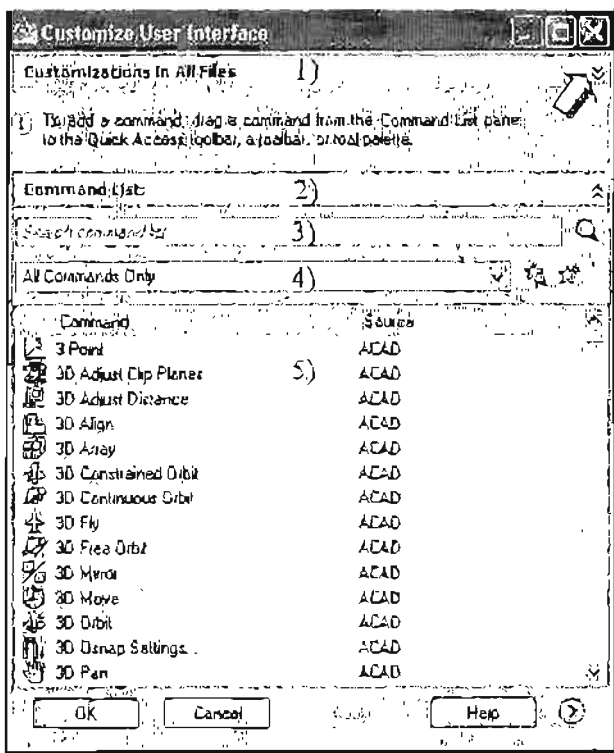

Рис. 1.39. Диалоговое окно **Customize User Interface** для настройки интерфейса
Диалоговое окно **Customize User Interface** (Настройка интерфейса) (рис. 1.39) состоит из двух панелей: левой и правой (правая панель на рис. 1.39. не развернута). Левая панель делится на две сворачивающиеся панели. Основные элементы интерфейса этого окна обозначены на рис. 1.39 следующими цифрами:
1. В диалоговом окне **Customize User Interface** (Настройка интерфейса) разверните список имеющихся в программе элементов интерфейса, щелкнув левой клавишей в правом углу поля 1 (рис. 1.39).
1. Установите указатель курсора на любой панели инструментов и нажмите правую кнопку мыши. Появится контекстное меню, из которого выберите пункт Customize (Адаптация). В результате откроется диалоговое окно Customize User Interface (Настройка интерфейса) (см. рис. 1.39).